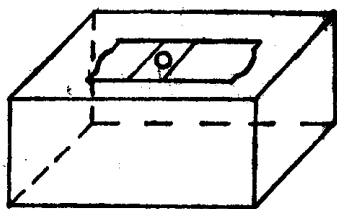

图 7
(4) 将已制作好的玻璃管放入木槽中，盖上剪下的小铁片，用小铁钉钉在小木座细长孔的中间，如图7所示。